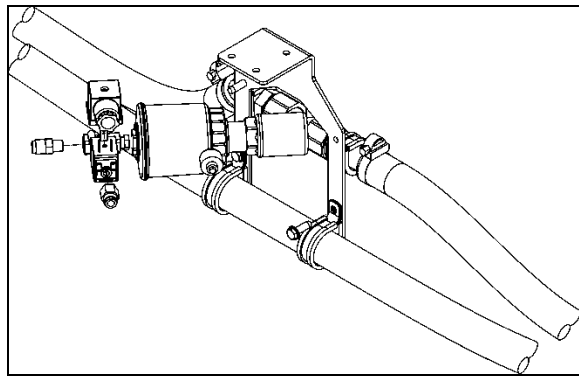

FIGURE 66 : SOUPE PNEUMATIQUE DE DÉBIT D'EAU CHAUDE DE L'UNITÉ DU CONDUCTEUR
Le débit d'eau chaude vers le radiateur de chauffage de l'unité du conducteur est contrôlé par une soupape pneumatique normalement ouverte. La soupape est située au plafond du compartiment de la roue de secours (Figure 66), est conçue de façon à ce que l'électrovanne pilote, qui fait partie de l'ensemble, ouvre et ferme un port qui dirige la pression d'air vers le boîtier de l'actionneur, ouvrant ou fermant ainsi la soupape.
2. Repérer la soupape pneumatique de débit d'eau chaude normalement ouverte sur le plafond du compartiment de la roue de secours (Figure 66), débrancher le connecteur, puis connecter une source d'alimentation externe de 24 V avec des câbles d'appoint pour fermer la soupape.